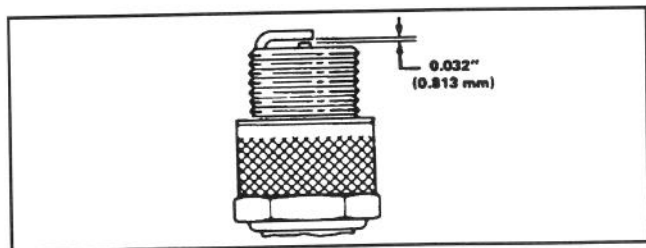

Figure 11
3. Réglez l'écartement des électrodes à 0,81 mm (0,032") (figure 11), puis installez la bougie et le joint. Serrez fermement la bougie (13,6 N•m, soit 10 pieds-livres).